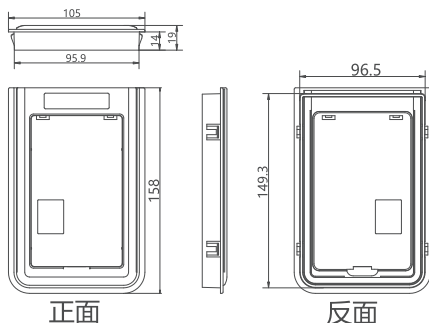

图6.2a) 托板示意图
6.4.3 图6.2a)：托板示意图，操作面板可以安装在托板上。